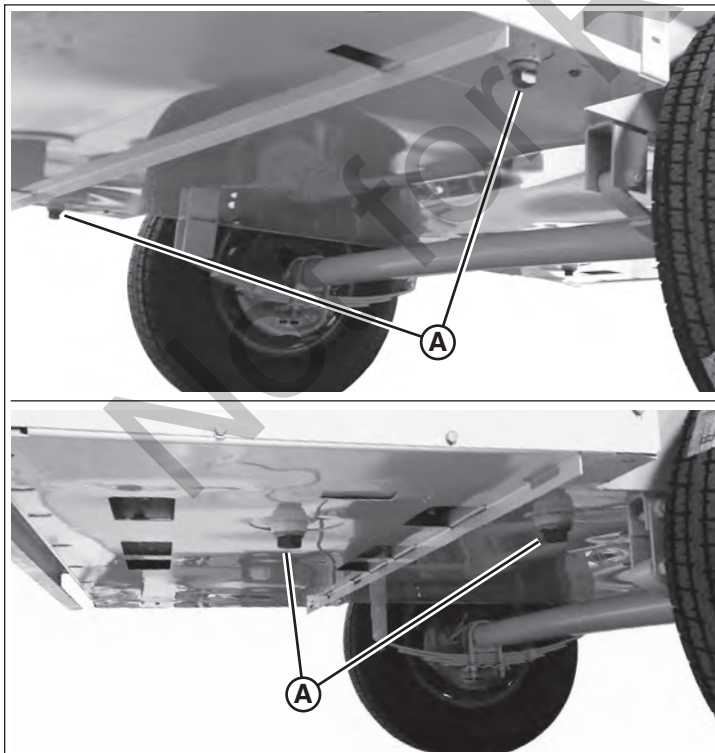

Figura 49
- Coloque un recipiente adecuado bajo cualquiera de los cuatro drenajes de contención de líquido (A, Figura 49), ubicados bajo la unidad, hacia la parte posterior. Consulte Características y controles.